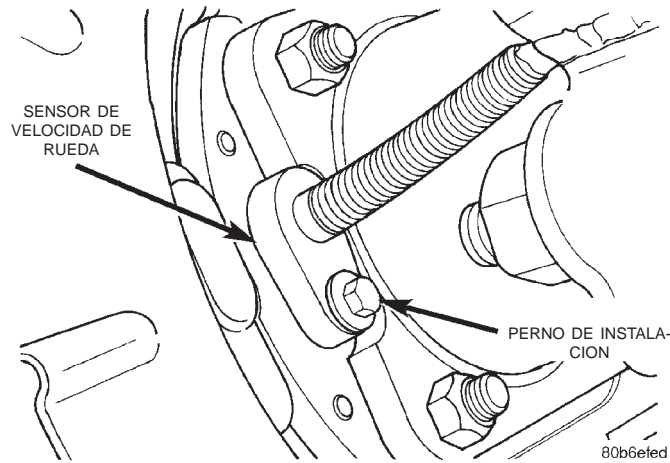

Fig. 12 Perno de instalación del sensor
- (5) Desacople el cable del sensor de los soportes de eje y chasis y de los retenes del tubo de freno.
- (6) Retire el perno de instalación del sensor en la placa de apoyo del freno trasero (Fig. 12).